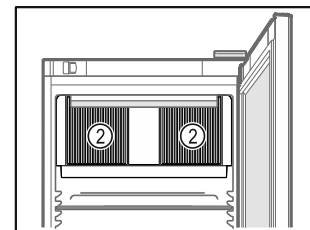

Fig. 39
- Udržiavajte voľné vetracie štrbiny Fig. 39 (2) cirkulačného ventilátora vo vnútornom priestore.